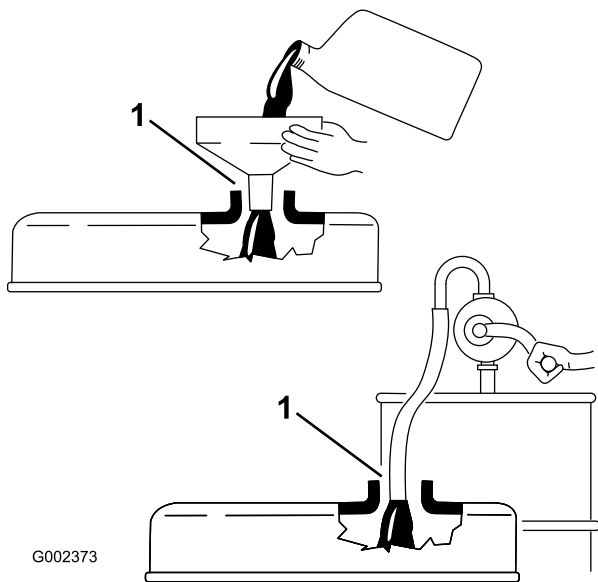

Figure 28
**Important:** Prenez soin de retirer la jauge lorsque vous faites le plein d'huile moteur. Lorsque vous faites l'appoint ou le plein d'huile moteur, il est **indispensable** de maintenir un espace entre le dispositif de remplissage et le trou de remplissage d'huile dans le couvre-culasse, comme illustré (Figure 28). Cet espace est nécessaire pour assurer l'aération pendant le remplissage et empêcher l'huile de déborder dans le reniflard.